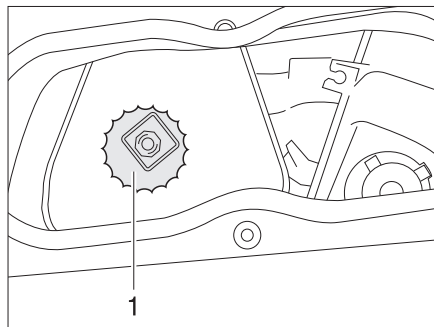

Fig. 28 Couvercle du vase d'expansion d'eau de refroidissement
- Ouvrir prudemment le couvercle (Fig. 28,1) et laisser s'échapper la pression.
- Revisser le couvercle (Fig. 28,1) sur le vase d'expansion d'eau de refroidissement.